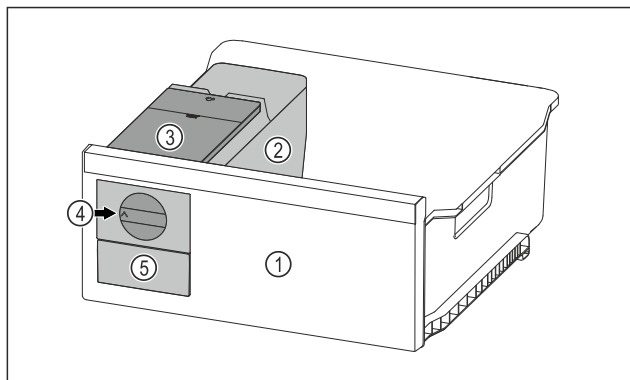

Fig. 97 Voorbeeld
- Draaiknop Fig. 97 (4) rechtsonder tot aan de aanslag draaien.
- Ijsblokjes vallen uit de ijsblokjes-schaal in de ijsblokjeslade Fig. 97 (5).